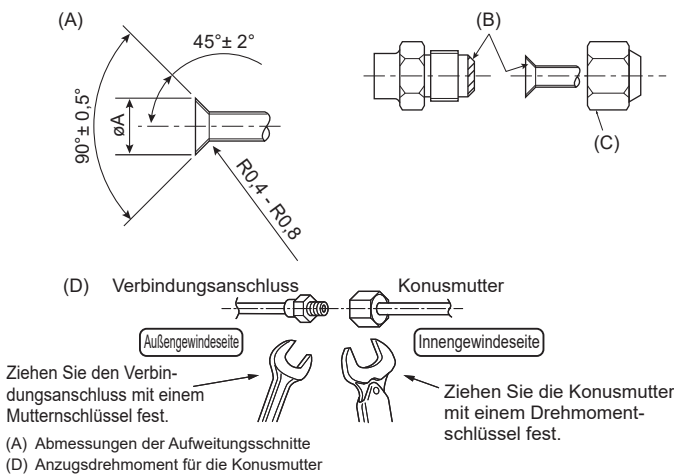

Abb. 4-1
(A) (Abb. 4-1)
(D) (Abb. 4-1)
4.2. Rohranschlüsse (Abb. 4-1)
- Vor dem Anziehen der Konusmutter eine dünne Schicht Kältemittel-Öl auf das Rohr und auf die Oberfläche des Sitzes an der Nahtstelle auftragen. (A)
- Mit 2 Schraubenschlüsseln die Rohrleitungsanschlüsse fest anziehen. (D)
- Tragen Sie Kältemaschinenöl auf die gesamte Konusauflagefläche auf. (B)
- Die Konusmutter für die nachstehende Rohrgröße verwenden. (C)